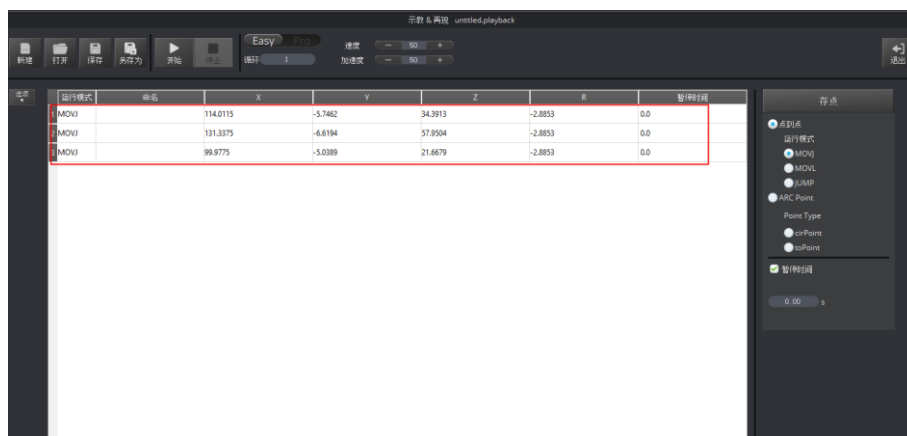

图 2.20 B 和 C 点位置坐标
- 参照 2~3，将机械臂移动到另外两个位置，假设为B点和C点，机械臂会记录这两点的坐标。如图 2.20 所示。